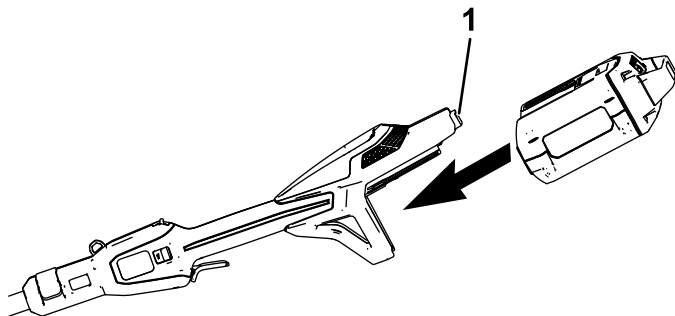

Figura 7
2. Alinee el hueco de la batería con la lengüeta del alojamiento de la unidad de potencia (Figura 7).
3. Introduzca la batería en la unidad de potencia hasta la batería encaje en el pestillo (Figura 7).